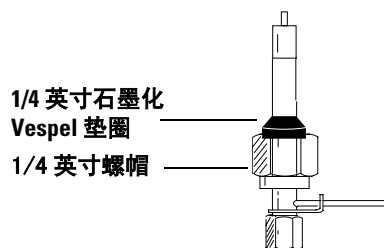

图 44 组装转换接头
- 2 在转换接头上安装一个 1/4 英寸的螺帽和石墨化 Vespel 垫圈（图 44）。